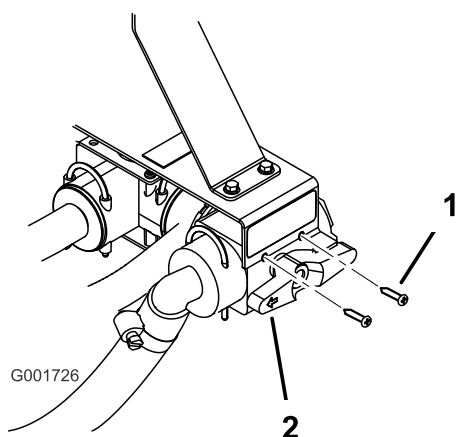

Figure 11
8. Fixez le nouveau distributeur de commande au support avec 2 vis (Figure 11).